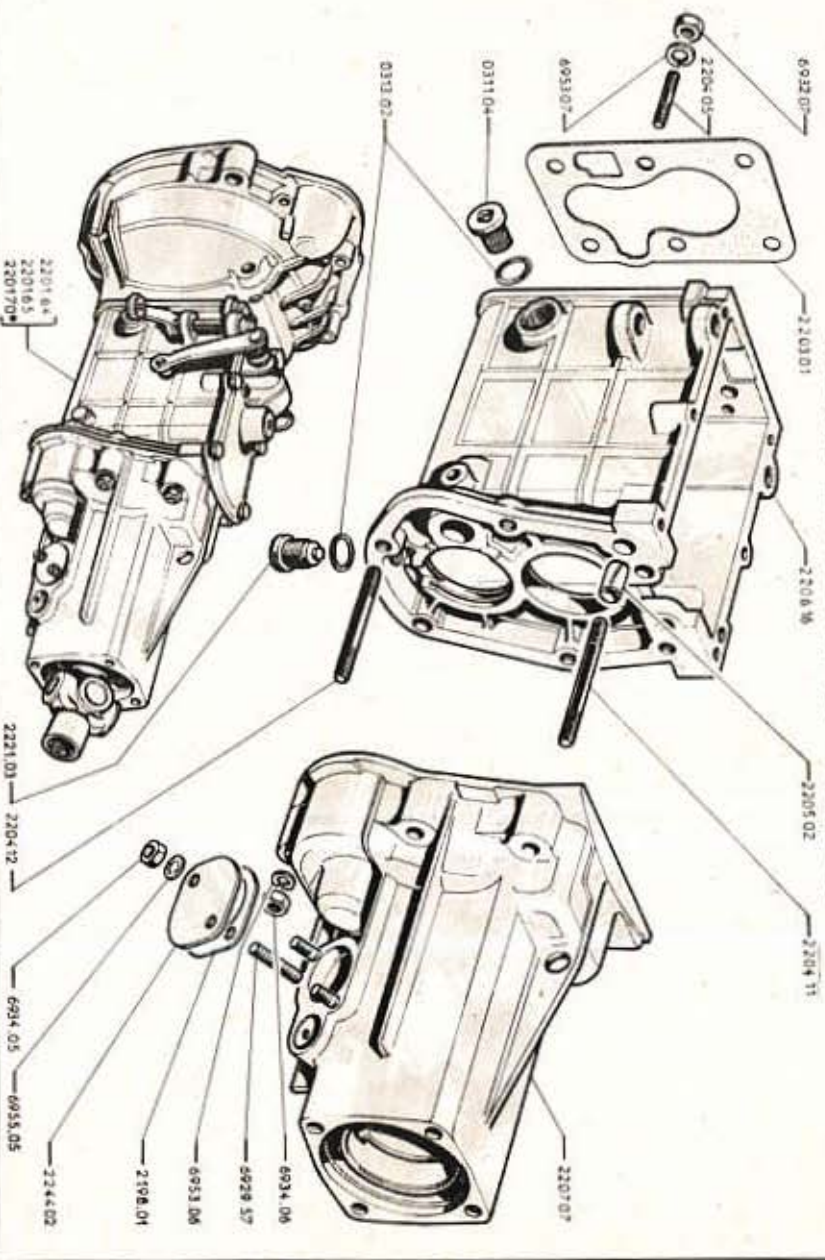

Fig. 62. — Traverse de soutènement AV du moteur, mise en place
- Introduire le crochet dans l'œil de suspension du bloc moteur, sous la bobine (fig. 62).